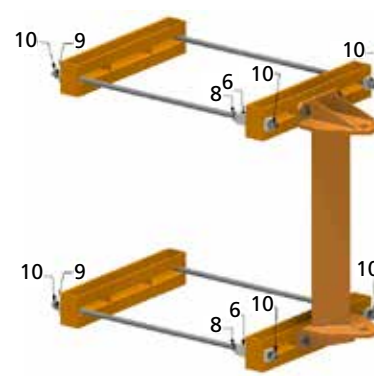

fig.42
8. Serrer les écrous 9 et 10 à l'aide d'une clé dynamométrique, uen utilisant le couple de serrage (voir tableau page 17) mentionné sur le tableau (fig. 42).